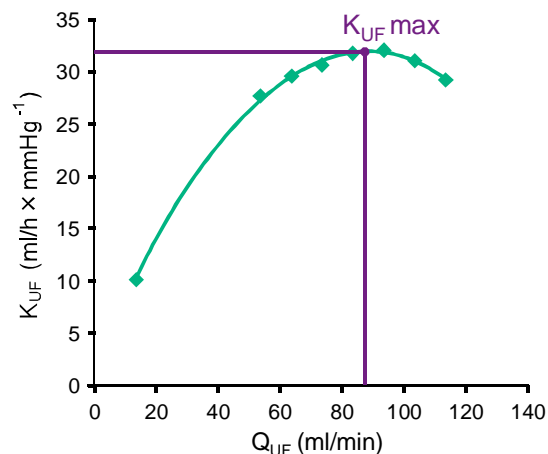

Bild 11-23 Princip för  $K_{UF}$ max bestämning
För  $K_{UF}$  beräkning (se även avsnitt 13.10 Formler (382)), ställer maskinen in det konvektiva flödet  $Q_{UF}$ , mäter TMP och beräknar ultrafiltreringskoefficient  $K_{UF}$ . Bestämning av  $K_{UF}$  för olika  $Q_{UF}$  värden ger en typisk parabelfunktion (Bild 11-23):  $K_{UF}$  ökar först, upp till parabelns max.värde, och minskar sedan om  $Q_{UF}$  fortfarande ökas. Genom att anpassa de bestämda värdena med en regressionskurva ( $f(x) = Ax^2 + Bx + C$ ), kan man härleda den maximala ultrafiltreringskoefficienten ( $K_{UF}$ max) och motsvarande konvektivt flöde ( $Q_{UF}$ ).